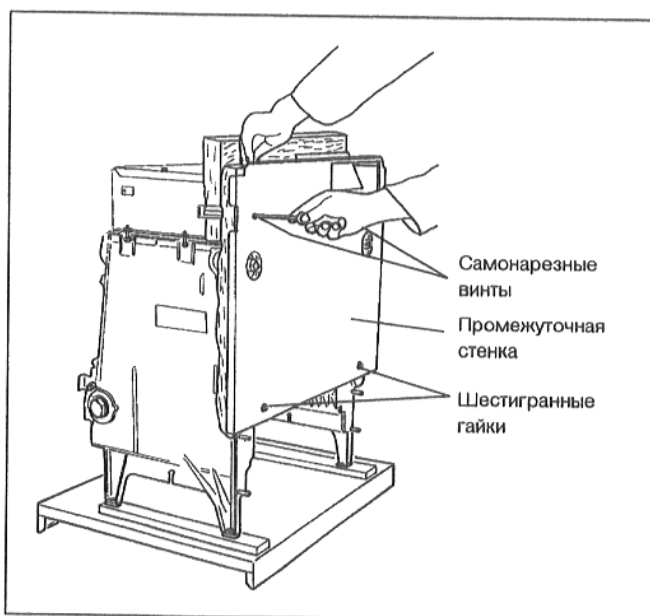

Рис. 19
- Привинтить промежуточную стенку шайбами и шестигранными гайками к резьбовым шпилькам (Рис. 19).
- Привинтить промежуточную стенку двумя самонарезными винтами к консолям промежуточной стенки (Рис. 19).